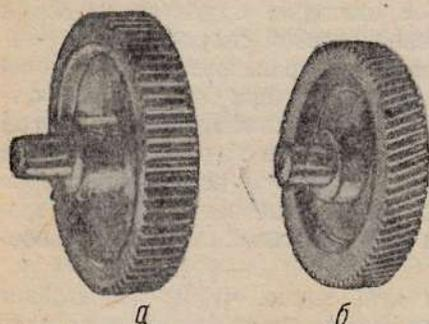

Рис. 5
1. Оси валов параллельны (рис. 5) — применяются цилиндрические шестерни, направление зуба прямое (а) или косое (б), реже угловое (шевронный зуб).